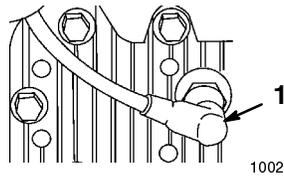

Figure 8
1. Branchez la bougie (Fig.8).